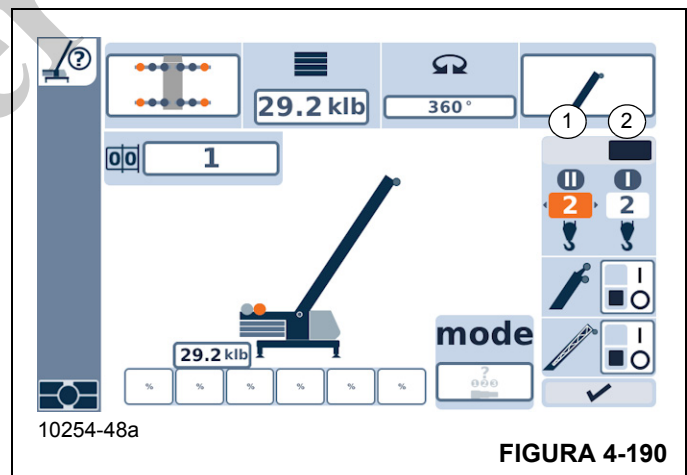

FIGURA 4-190
Está previsto que la carga se eleve con el malacate auxiliar, por ejemplo. Sin embargo, el indicador de malacate (2, Figura 4-190) para el malacate principal está activado y el indicador (2) para el malacate auxiliar está desactivado.
El indicador de malacate no se mostrará sobre el icono de malacate auxiliar (1, Figura 4-190).